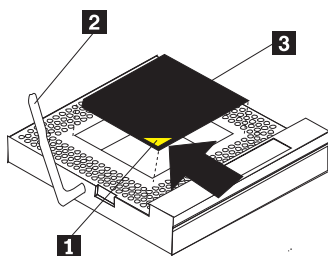

图 86. 对齐微处理器
c. 通过将微处理器角上的金色对齐箭头与接口上的缺口箭头对齐，将微处理器放在微处理器接口中央。参见图 86。